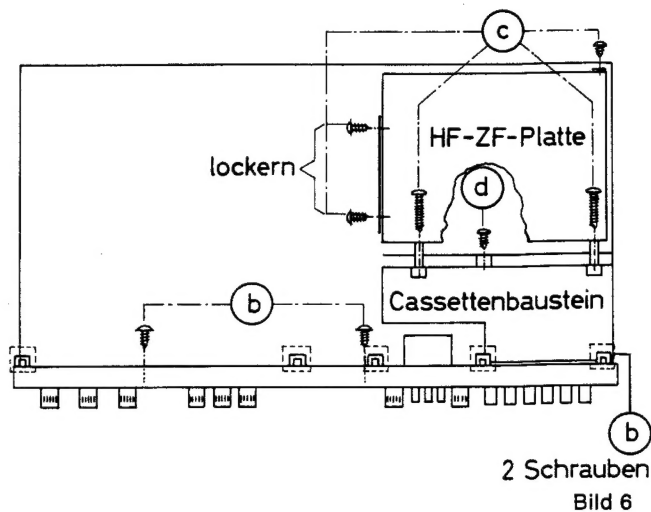

Bild 6
4. Die in der Abbildung 6 mit (b) gekennzeichneten Schrauben herausdrehen und die mit Rastervierecken bezeichneten Rastungen aushängen.